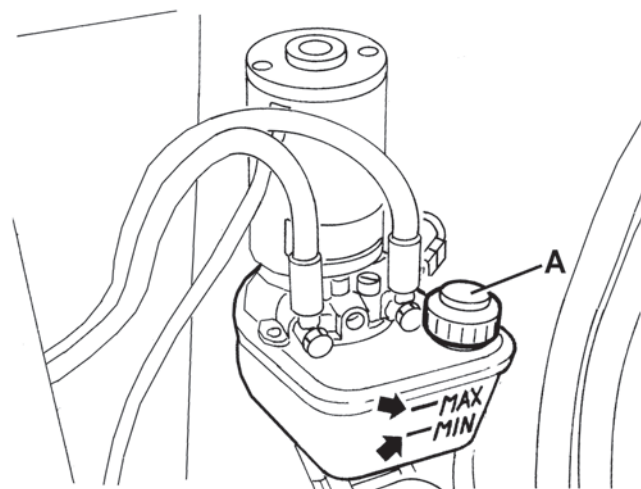

Рис. 20
1. Поверните ключ зажигания (61) в положение «0» и включите стояночный тормоз.
2. Откройте капот машины (18), потянув за ручку (41), и надежным образом закрепите его с помощью опорного стержня (53).
3. Проверьте, чтобы уровень масла в баке (52) находился между отметками минимума (MIN) и максимума (MAX), как показано на Рис. 20.
4. Если необходимо, долейте масло через горловину (А, Рис. 20), используя раздел по техническим свойствам масла.
5. Уберите опорный стержень (53) и закройте капот (18).